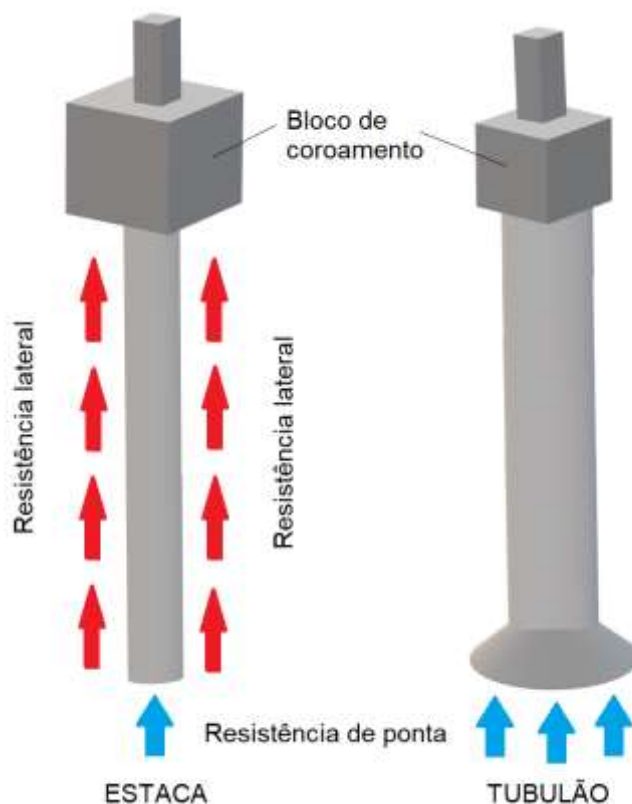

Figura 7: Esquema de fundações profundas: tubulão e estaca.
- As **estacas** são elementos de fundação profunda **executados** por **equipamentos** ou, em alguns casos, por ferramentas (Figura 7), mas sem que em qualquer fase de execução ocorra trabalho manual em profundidade. Nas estacas normalmente a **resistência de fuste** é a principal responsável pela **capacidade de carga** da fundação. Em contrapartida, a **resistência de ponta** atua como um **adicional** de segurança. Todavia, essa afirmação não é uma regra geral, pois em alguns tipos de estacas a resistência de ponta pode ser a principal responsável por resistir aos esforços a que a fundação está submetida. As estacas são **executadas** por **equipamentos** ou, em alguns casos, por ferramentas (Figura 7), mas sem que em qualquer fase de execução ocorra trabalho manual em profundidade. As estacas podem ser fabricadas com diversos tipos de materiais tais como: madeira, aço, concreto pré-moldado, concreto moldado *in situ*, ou ainda da combinação destes materiais (estacas mistas);
suportadas predominantemente pela ponta (base) da fundação (**resistência de ponta**). Esse fato torna o tubulão um tipo de fundação cuja execução envolve atividades de elevado **risco** para a saúde e segurança do **trabalhador** (Figura 7). Por essas especificidades, **geralmente** o **tubulão** é **mais caro que** o uso de **estacas**, sendo então escolhido quando as outras alternativas não são viáveis.